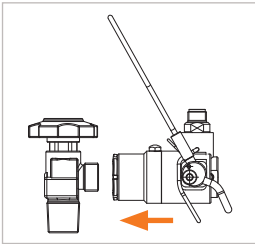

Abbildung 8
- ▶ Stecken Sie den Adapter gerade und locker bis zum merklichen Dichtungskontakt auf das Flaschenventil (Abbildung 8). Dadurch wird einer Beschädigung der Frontdichtung durch eventuell scharfe Kanten am Flaschenventil vorgebeugt und das richtige Anschließen gewährleistet.